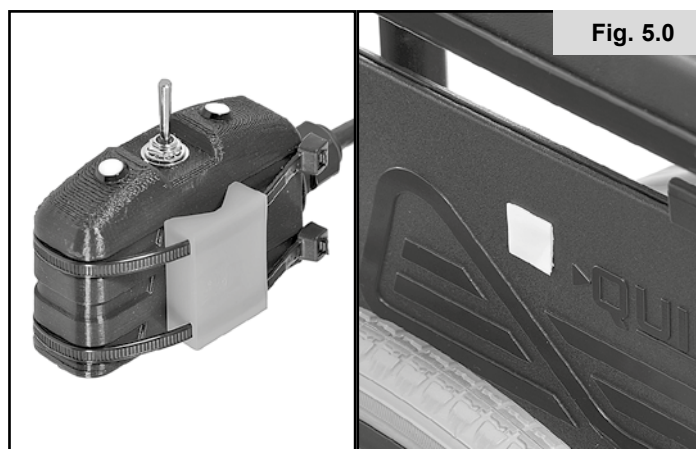

Fig. 5.0
4. A caixa do interruptor também pode ser instalada numa superfície plana com as braçadeiras, (Fig. 5.0).